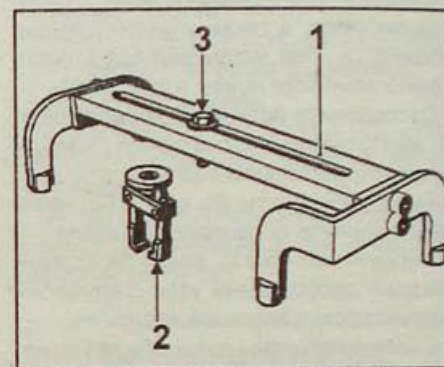

Рис. 4.60. Приспособление Mot. 1549:
• Для снятия форсунок* следует применить приспособление Mot. 1549 (рис. 4.60). Никогда не пытайтесь снять корпус форсунки, закрепленный в своем посадочном месте в головке цилиндров без помощи приспособления Mot. 1549.